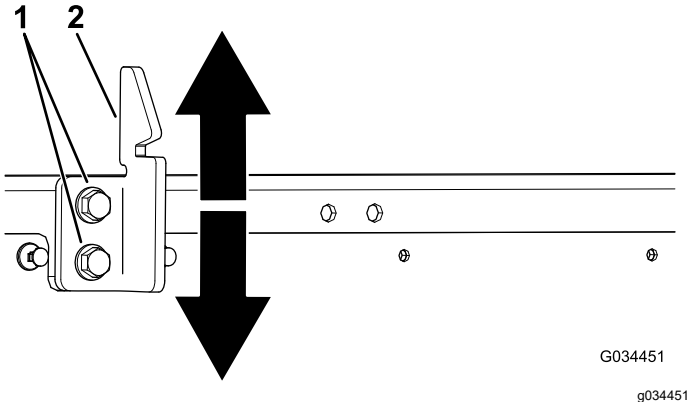

图 52
3. 拧松货斗门锁撞销上的 2 个螺栓并向上或向下取决于撞销过高还是过低移动撞销 图 52。
4. 拧紧货斗门锁撞销上的 2 个螺栓 图 52。